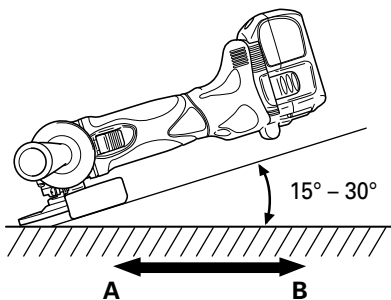

Fig. 7
- Utiliser un angle de meulage correct. Meuler seulement avec le rebord de la meule en soulevant la meuleuse de 15° à 30°, comme montré sur la Fig. 7.
- Déplacer la meuleuse dans la direction correcte. Lors de l'utilisation d'une nouvelle meule à dépression centrale dans la direction A (Fig. 7), le rebord de la meule risque de couper la pièce à usiner. Dans ce cas meuler dans la direction B (Fig. 7). Une fois que la meule est usée, la pièce à usiner peut être meulée dans les deux directions.